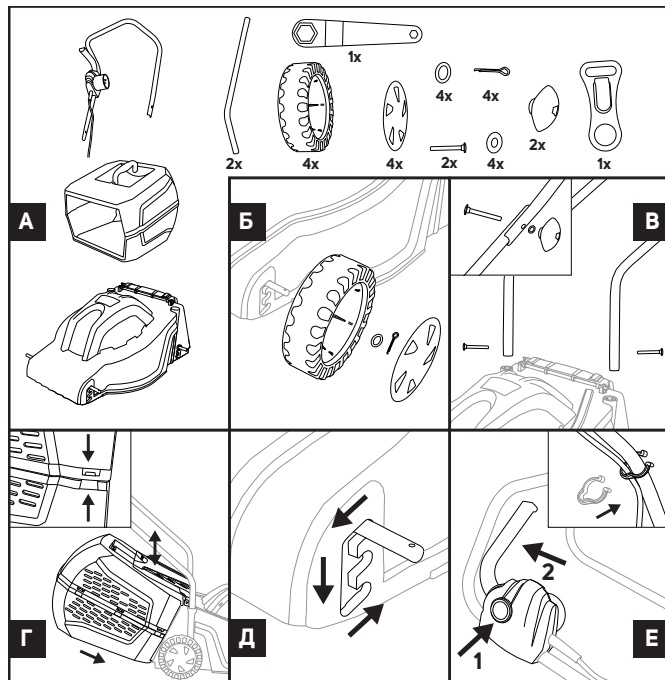

Рис. 2
Сборка электрической газонокосилки (Рис. 2)
Сборку производите согласно приложенной схеме (Рис. 2).
**1.** Извлеките из коробки газонокосилку и сборочные детали. Проверьте комплектность (Рис. 2А).
**2. Сборка колес.** Установите колесо на ось, установите шайбу, зафиксируйте шплинтом, установите крышку колеса (Рис. 2Б).
Закрепите кабель фиксаторами - один на нижней рукоятке, второй на верхней (Рис. 2В).
Поднимите подпружиненную заднюю крышку и наденьте травосборник на выступы. Опустите крышку, чтобы закрепить контейнер в рабочем положении (Рис. 2Г).
Выдвиньте колесную ось и установите ее в нужный по высоте паз (Рис. 2Д).
Закрепите кабель на газонокосилке. Нажмите на кнопку фиксатор (№1, Рис. 2Е), а затем нажмите на рычаг (скобу) включения (№2, Рис. 2Е).